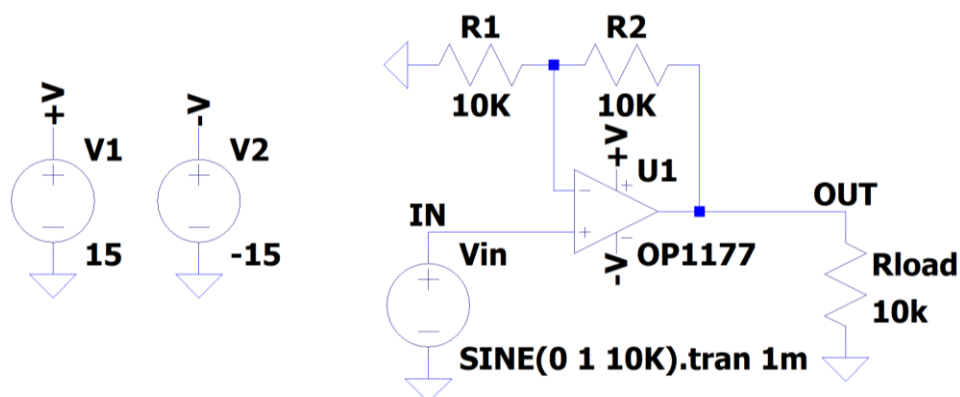

Figura 3. Circuito de prueba
- 6.2 Configuración de Fuentes: Simular el circuito de la Figura 3. Cambiar la señal de entrada por una señal cuadrada de frecuencia 4 kHz y 5 V de amplitud. Cambiar la señal de entrada por una señal triangular de frecuencia 5 kHz y 3 V de amplitud.